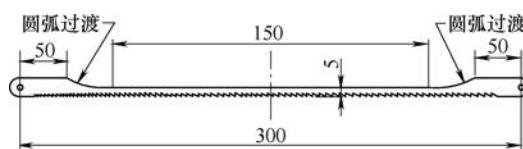

图1 曲线锯条形状及尺寸
有时候需要在板料上进行曲线轮廓的锯削, 这就需要对锯条进行适当的处理。为了尽量锯削比较小的曲线半径轮廓, 需要将条身磨制成如图1所示的形状及尺寸, 其工作部分的长度为150mm左右、宽度为5mm左右, 两端要圆弧过渡。磨制过程中需要注意的问题是: ①要及时放入水中冷却, 以防止退火、降低硬度。②要在细条身(5mm左右)两端磨出圆弧过渡, 以利于切削并防止条身折断。